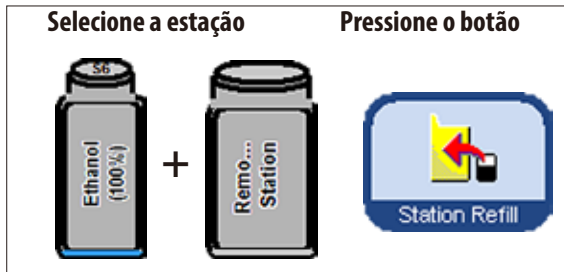

Fig. 168
- Na tela, selecione um frasco do sistema que esteja vazio (S6) por exemplo e o recipiente externo (Estação remota, Fig. 168).